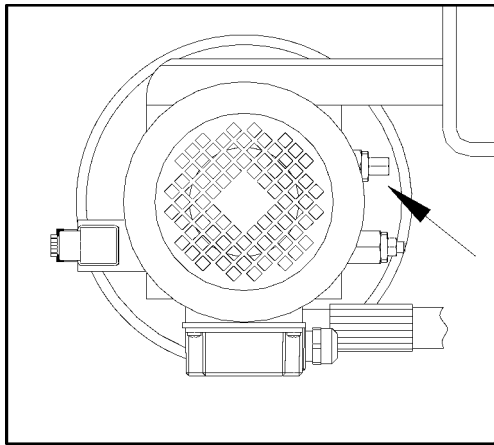

Fig. 11
- ◆ Maxtryckventilen (**Fig. 11**), som är placerad på hydrauloljaggregatet, kommer att utlösas om lyften är överbelastad.